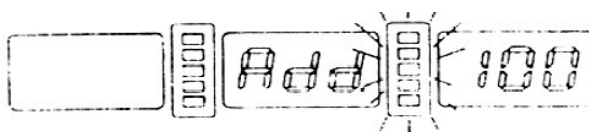

Fig21.
- Dupa terminarea primului ciclu de autocalibrare pe afisajul digital apare **"ADD 100"** (Fig21.), in același timp va sclipi afisajul **"4"**, apoi plasati 100 grame (3,5 uncie) de greutate de echilibrat pe partea exterioara a rotii